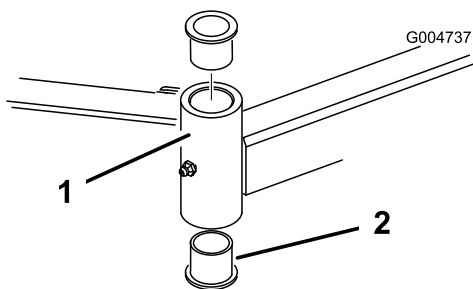

Figura 81
4. Inserite un punteruolo nella parte superiore o inferiore del tubo di fissaggio, e spingete la boccola fuori del tubo (Figura 81).